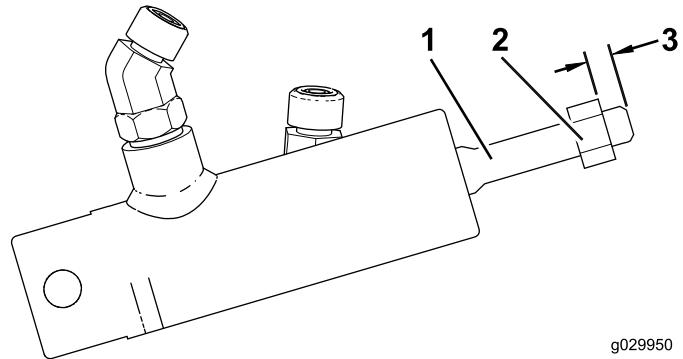

Figure 5
1. Vissez l'écrou de blocage (3/8 po) sur la tige du vérin jusqu'à ce qu'il soit à 2,22 cm du bout (Figure 5).